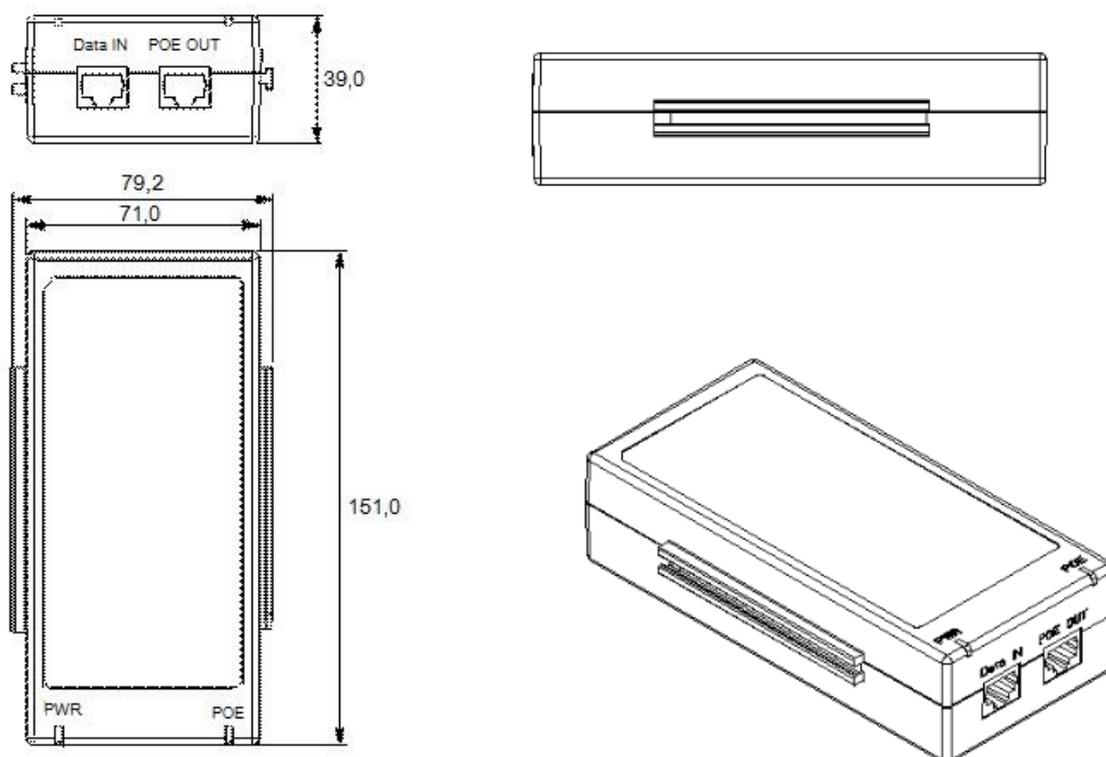

Рисунок 4.4 Габаритные размеры
2. Выберите место расположения изделия с учетом габаритных размеров (рис.4.4) и удобства работы с монтажным инструментом.